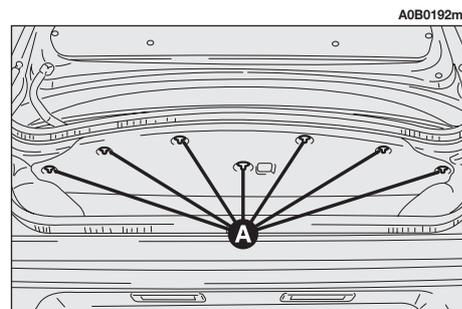

fig. 49
– Ruotare i bottoni di fissaggio (A-fig. 49) fino ad avvertirne lo sgancio ed abbassare il rivestimento.
– Riposizionare correttamente il rivestimento fissandolo con i bottoni (**A**-fig. 49).